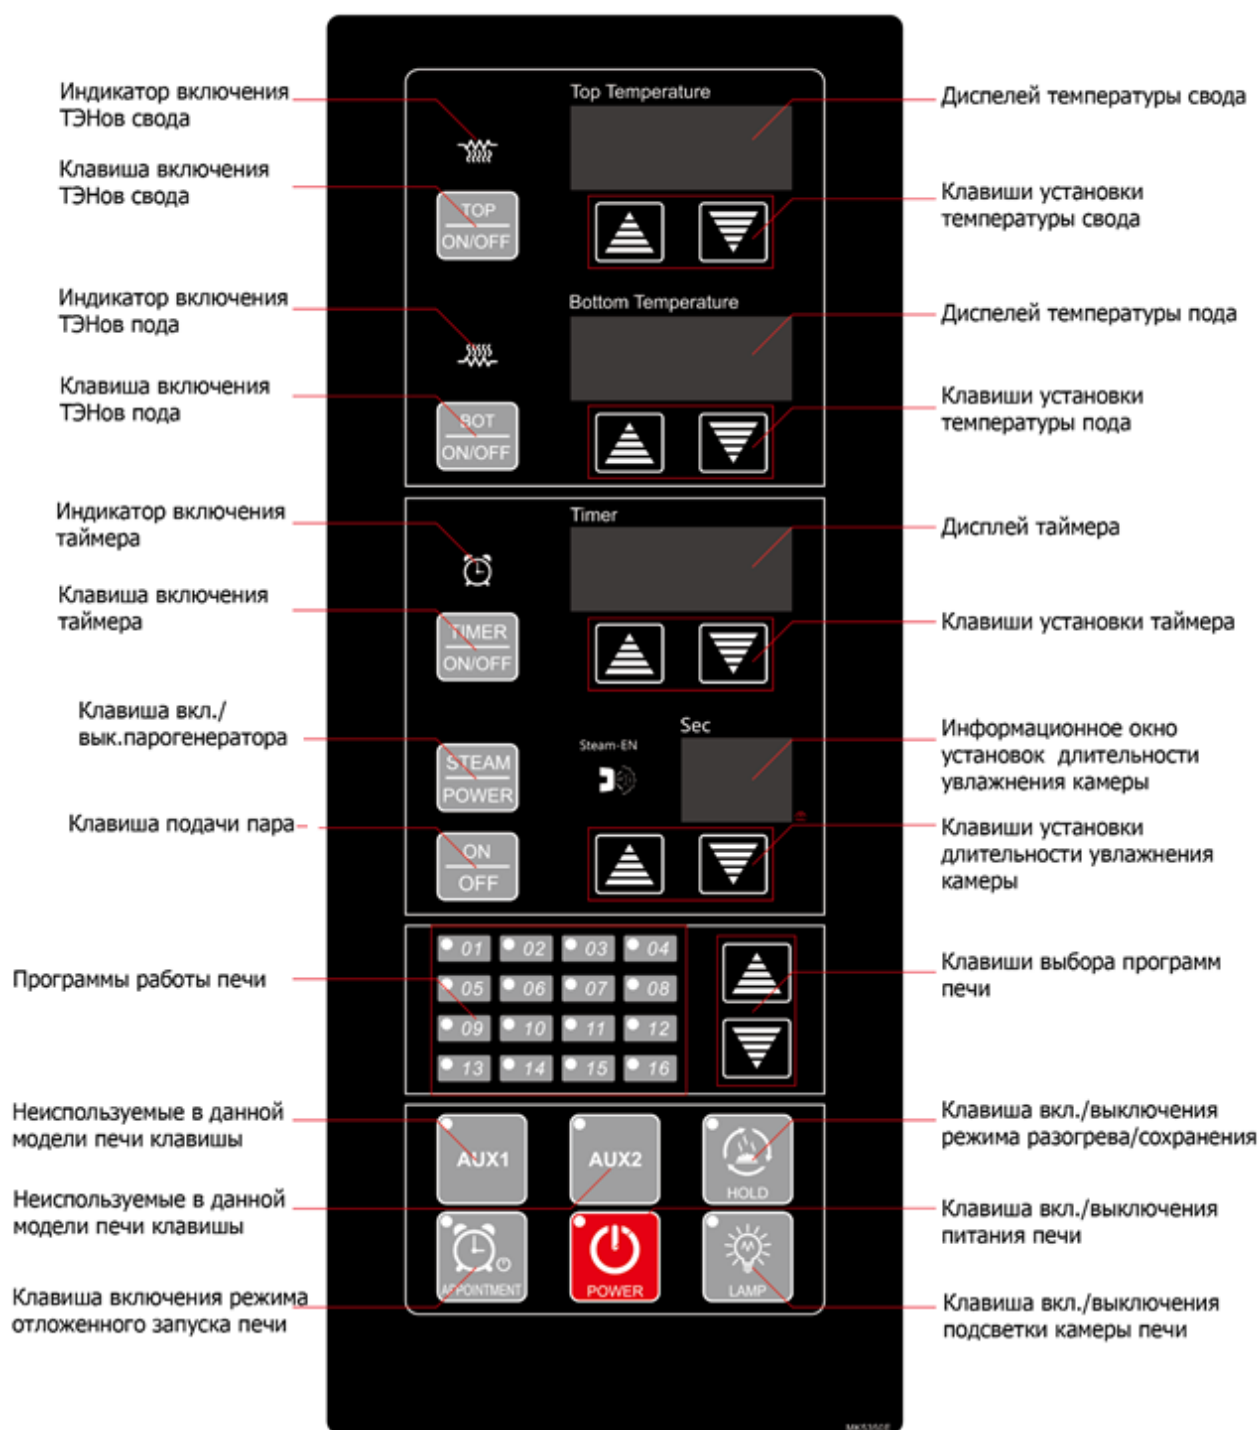

Рисунок 3 – Устройство панели управления газовым подовым пекарским шкафом ШЖГ/2
8.2 После включения в сеть на дисплее загорятся индикаторы, произойдет автоматическая проверка микроконтроллеров. Включить изделие нажатием клавиши POWER (рис.3 поз. 20). О наличии питания свидетельствует включенный индикатор клавиши. Произойдет автоматическая проверка внутреннего программного обеспечения.
8.5 Для того, чтобы задать температуру верхней горелки нужно нажать клавишу TOP (рис. 3 поз.1), в это время на дисплее Top Temperature (см. рис. 3) будет показана текущая температура, под дисплеем с помощью клавиш увеличения и уменьшения задается нужная температура. Потом издается звук, через 2 с загорается красный индикатор, показывающий, что пламя горит. Пламя горелки можно увидеть в камере. По достижении заданной температуры индикатор гаснет. Посмотреть текущую температуру и заданную можно с помощью клавиш увеличения и уменьшения. Для отключения горелки нужно нажать клавишу TOP/OFF (рис. 3 поз. 1).
8.6 Для того, чтобы задать температуру нижней горелки нужно нажать клавишу BOT (рис. 3 поз. 4), в это время на дисплее Bottom Temperature (рис. 3 поз. 6) будет показана текущая температура, под дисплеем с помощью клавиш увеличения и уменьшения задается нужная температура. Потом издается звук, через 2 с загорается красный индикатор, показывающий, что пламя горит. По достижении заданной температуры индикатор гаснет. Посмотреть текущую
температуру и заданную можно с помощью клавиш увеличения и уменьшения. Для отключения горелки нужно нажать клавишу BOT/OFF (рис. 3 поз. 4).
8.7 Для удобства можно использовать клавишу TIMER (рис. 3 поз. 9). При нажатии загорается зеленый индикатор, и дисплей Timer начнет мигать. Регулировать время можно с помощью клавиш увеличения и уменьшения, где увеличение – часы, уменьшение – секунды. Выключение происходит автоматически.
8.8 В изделии есть 16 программируемых режимов. Выбор программируемых режимов осуществляется с помощью кнопок уменьшения/увеличения (рис. 3 поз. 15). Выбрав нужный номер для режима, задается температура горелок, при необходимости таймер. Во время программирования, индикатор выбранного режима будет мигать. Заданные режимы сохраняются в энергонезависимой памяти.
8.9 Для включения парогенератора необходимо нажать кнопку STEAM (рис. 4 поз. 1). Индикатор Steam-EN (рис. 4 поз. 6) показывает включен/выключен парогенератор. Окно Sec (рис. 3 поз. 13) показывает длительность впрыска. Регулировка длительности впрыска осуществляется с помощью кнопок уменьшения/увеличения (рис. 3 поз. 15). Проверка температуры нагрева парогенератора осуществляется нажатием и удержанием кнопки LAMP (рис. 3 поз. 19), кнопку необходимо удерживать не менее 2 с. Текущая температура парогенератора отображается в окне TOP Temperature (рис. 4 поз. 4). Для запуска увлажнения необходимо нажать кнопку ON/OFF (рис. 4 поз. 5).
8.10 Клавиша HOLD (рис. 3 поз. 18) включает режим разогрева и удержания температуры. Заданная температура верхней и нижней горелок в камере остается всегда 175 °С.
8.11 Клавиша APPOINTMENT (рис. 3 поз. 17) – функция отложенного запуска. Нажимаем клавишу, дисплей Timer показывает текущее время. Для редактирования текущего времени необходимо:
- нажать клавишу APPOINTMENT (рис. 3 поз. 17);
- выставить часы клавишами (рис. 3 поз. 9);
- выставить минуты клавишами (рис. 3 поз. 9);
- нажать клавишу TIMER (рис. 3 поз. 7) для подтверждения.
- нажать на клавишу APPOINTMENT (рис. 3 поз. 17);
- окно Sec (рис. 3 поз. 13) показывает A1 (шаг последовательности редактирования);
- нажать клавишу TIMER (рис. 3 поз. 9);
- дисплей Sec (рис. 3 поз. 13) показывает A2;
- на дисплее Top Temperature (см. рис. 3) будет показан DAY1 или DAY2;
- для завершения нажать клавишу TIMER (рис. 3 поз. 9);
- дисплей Sec (рис. 3 поз. 13) будет показывать A3 – завершающий шаг последовательности регулирования.
ВНИМАНИЕ! Необходимо точно выставить время для включения, чтобы на дисплее Top Temperature (см. рис. 3) был показан DAY1 (текущий день включения) или DAY2 (следующий день включения).
8.12 Клавиша LAMP (рис. 3 поз. 19) позволяет включать подсветку в камере. Длительность работы после нажатия 60 с, после подсветка автоматически выключается.
8.13 По завершении всех работ, выключить горелки, нажав клавиши TOP/OFF (рис. 3 поз. 1) и BOT/OFF (рис. 3 поз. 4), провести чистку рабочей камеры специальными чистящими средствами (см. п. 9), отключить подсветку клавишей LAMP (рис. 3 поз. 19). Нажав клавишу POWER (рис. 3 поз. 20) и удерживая ее, выключить изделие. Перекрыть кран подачи газа.